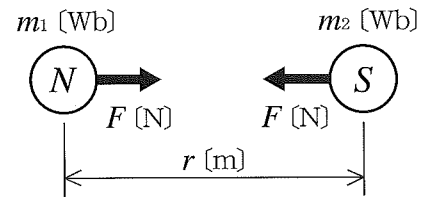

図4
- (1) 図4において、2つの磁極 m_1 [Wb] と m_2 [Wb] の間に働く力 F [N] を表す式の ア にあてはまるものはどれか。最も適するものを、次の解答群1～5から選びなさい。解答番号は (7)。ただし、 k は比例定数とする。